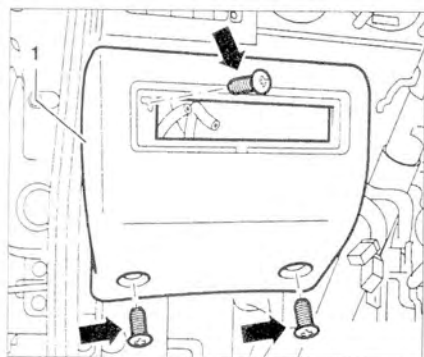

Рис. 9.18. Открутите винты (стрелки).
7. Открутите винты (стрелки) (рис. 9.18).